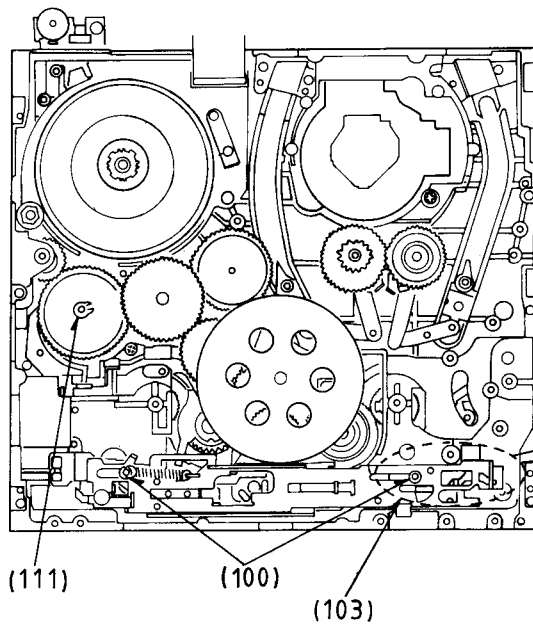

Fig. 54
- Hauptsteuerschieber (103) einsetzen und mit den Sicherungsringen (100) befestigen (Fig. 54).
- Fit the Main Control Lever (103) and secure with the securing ring (100) (Fig. 54)